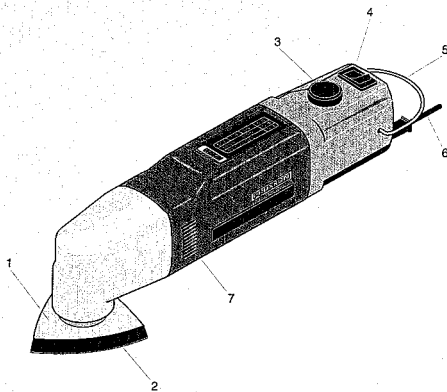

Fig. 1
2. Schraube 2 (Fig. 1) mit einem
1. Gerät am Schalter 4 (Fig. 1) einschalten
(Fig. 1) nicht verdeckt werden.